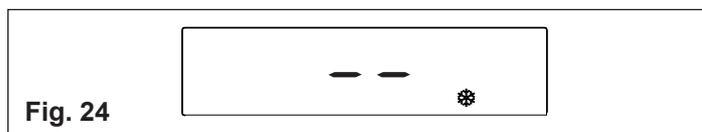

Fig. 24
- antigelo (fig. 24): quando a temperatura da água de caldeira descer abaixo dos valores de segurança, activam-se a bomba circuladora e o queimador à potência mínima para levarem novamente a temperatura da água a valores de segurança (35 °C). No display ilumina-se o símbolo .